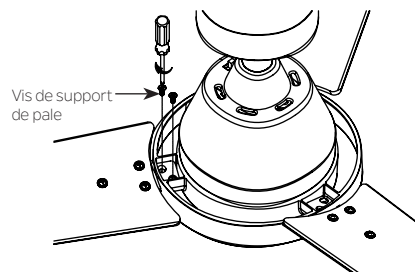

Fig. 21
Étape 2: Aligner avec deux (2) vis et serrer correctement avec les vis de support de pale qui se trouvent sur l'emballage du matériel (Fig 21).